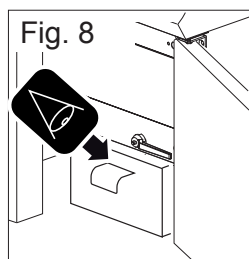

Fig. 8
1. Ubique un recipiente (de capacidad y forma apropiados) debajo del grifo de descarga (Fig. 8).